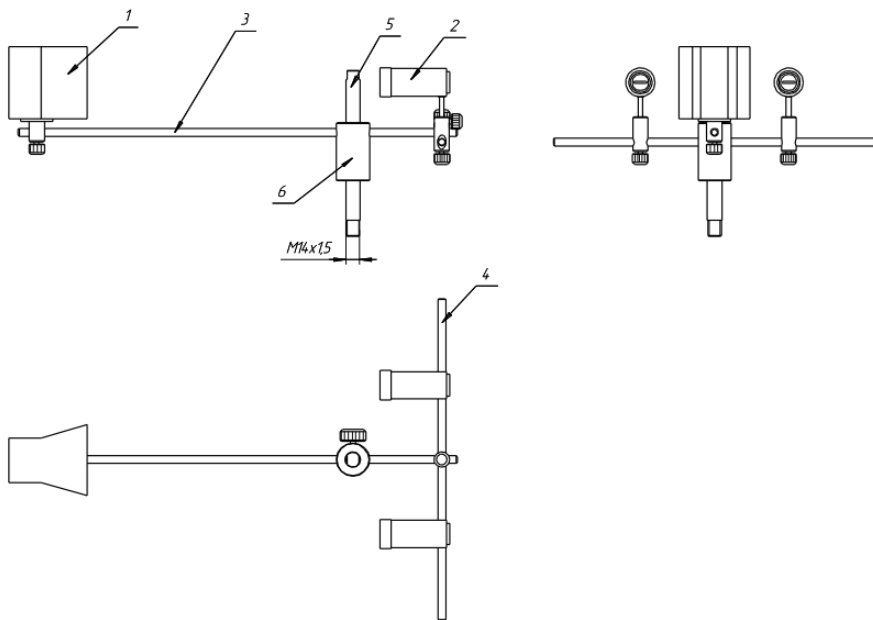

Рисунок 9. Устройство для наблюдения за положением поршня.
6.20 На заднюю часть основания устройства для наблюдения за положением поршня (поршней) навинтите стойку 5 (рисунок 9).
6.21 На стойке 5 зафиксируйте втулку 6 (рисунок 9).
6.22 На один край стержня 3 (рисунок 9) закрепите экран 1, а на другой край установите стержень 4 с осветителями 2 (как показано на рисунке 9). Расположение осветителей отрегулируйте таким образом, чтобы на шкале экрана 4 был виден контур грузов. В случае необходимости допускается переставлять направляющие стержни 4 с осветителями 2 на стержень 3.